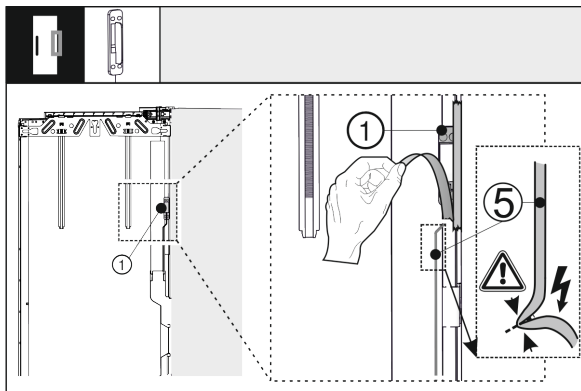

Fig. 40
- ▶ Válassza le a koppintásérzékelőt Fig. 40 (1) a külső ajtóról. Ne sértse meg a csatlakozókábelt Fig. 40 (5).